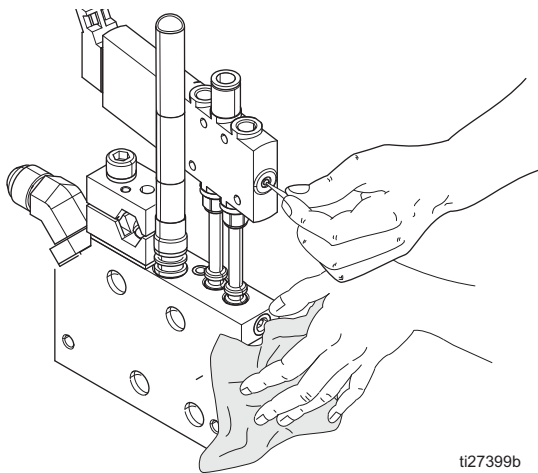

FIG. 19
- Placer un chiffon sur les orifices d'air du collecteur et ouvrir l'arrivée d'air pour nettoyer les orifices comme montré à la **Figure 19**.